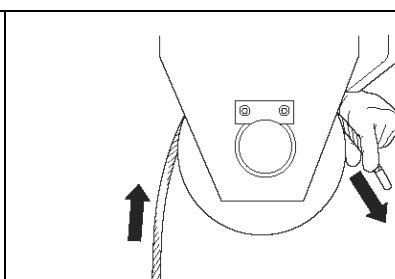

Figura 6-36
- 22) Luego, pase el Cable de Acero a través de la Polea de retorno en el polipasto (ver la **Figura 6-36**), luego vuelva a bajar a través de la otra Polea en la Caja del Gancho Inferior (vea la **Figura 6-37**).